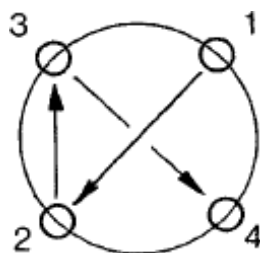

Рисунок 4
6.3.3 Подсоединение компрессора к воздушной сети необходимо выполнять через кран (поз. 11, рисунок 4).